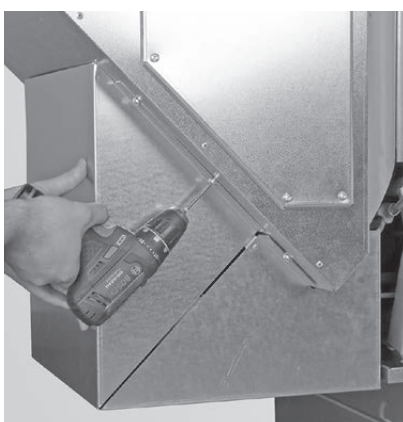

Fig. 39 Allentare solo le 3 viti su ciascun lato per togliere la copertura
- Rimuovere la copertura della stiva, a tale scopo **allentare solo** le 3 viti su ciascun lato per sfilare e togliere la copertura – Fig. 39.